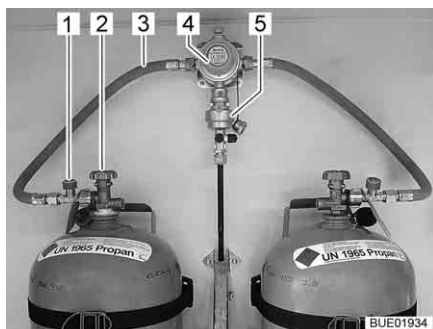
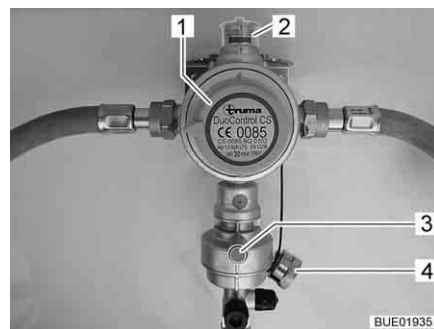
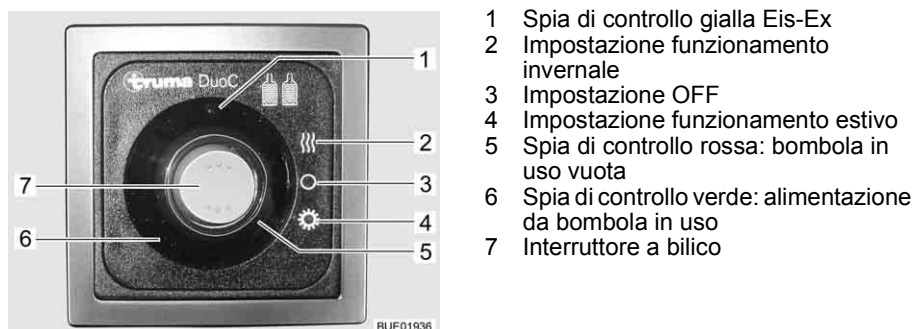

Fig. 63 Bombole del gas con DuoControl
Fig. 64 Impianto di regolazione DuoControl
Fig. 65 Centralina di controllo (DuoControl)
L'impianto di regolazione DuoControl consiste in una valvola di commutazione (Fig. 63,4) e un sensore crash (Fig. 63,5). L'impianto di regolazione DuoControl è installato tra i tubi flessibili del gas (Fig. 63,3) con un dispositivo antirottura del tubo flessibile (Fig. 63,1). Con la manopola (Fig. 64,1) sulla valvola di commutazione è possibile stabilire quale delle bombole del gas viene utilizzata come bombola in uso e quale come bombola di riserva.
Nella finestra di controllo (Fig. 64,2) viene visualizzato lo stato del rifornimento di gas:
Il funzionamento con una sola bombola del gas è consentito, ma in questi casi il collegamento aperto deve essere assolutamente chiuso con una copertura cieca (Fig. 64,4).
**Sensore crash** Il sensore crash blocca l'alimentazione del gas in caso di forti vibrazioni (es. incidente). Il sensore crash viene azionato mediante pressione del tasto reset verde (Fig. 64,3).
**Dispositivo antirottura del tubo flessibile** Il dispositivo antirottura del tubo flessibile (Fig. 63,1) blocca il flusso di gas quando il tubo flessibile collegato si rompe. Il dispositivo antirottura del tubo flessibile deve essere attivato premendo il tasto verde.
**Centralina di controllo** Tramite la centralina di controllo (Fig. 65) è possibile attivare e disattivare l'alimentazione del gas tramite l'impianto di regolazione DuoControl. Le valvole principali di arresto (Fig. 63,2) delle bombole del gas e i rubinetti di arresto del gas degli apparecchi devono essere aperti manualmente.
È possibile passare dal funzionamento estivo a quello invernale tramite l'interruttore a bilico (Fig. 65,7) della centralina di controllo.
Le due spie di controllo sulla centralina di controllo indicano il livello di riempimento della bombola in uso. Quando la spia di controllo verde (Fig. 65,6) è accesa, la bombola in uso è sufficientemente piena. Se è accesa la spia di controllo rossa (Fig. 65,5), la bombola in uso è vuota. Il rifornimento di gas avviene poi tramite la bombola di riserva.
- Con la manopola (Fig. 64,1) sulla valvola di commutazione selezionare la bombola del gas, da cui proviene la principale alimentazione del gas (bombola in uso). Girare la manopola fino all'arresto.
- Aprire le valvole principali di arresto (Fig. 63,2) delle bombole del gas.
- Premere il tasto verde del dispositivo antirottura del tubo flessibile (Fig. 63,1). Nella finestra di controllo (Fig. 64,2) viene visualizzato il simbolo verde.
- Sulla centralina di controllo (Fig. 65) attivare l'impianto di regolazione Duo-Control. Posizionare l'interruttore a bilico (Fig. 65,7) su funzionamento invernale (Fig. 65,2) oppure su funzionamento estivo (Fig. 65,4). La spia di controllo gialla Eis-Ex (Fig. 65,1) si accende quando si seleziona il funzionamento invernale.
- Portare l'interruttore a bilico (Fig. 65,7) nella posizione OFF (Fig. 65,3). Le spie di controllo si spengono.
- Chiudere le valvole principali di arresto (Fig. 63,2) delle bombole del gas.
Se la spia di controllo verde (Fig. 65,6) si spegne durante il funzionamento e la spia di controllo rossa (Fig. 65,5) si accende, significa che la bombola in uso è vuota e deve essere sostituita. Nella finestra di controllo (Fig. 64,2) viene visualizzato il simbolo rosso. La bombola di riserva continua ad alimentare le utenze a gas.
- Ruotare di mezzo giro la manopola (Fig. 64,1) in direzione della bombola del gas utilizzata. In questo modo questa bombola del gas ora è la bombola in uso, mentre la bombola del gas vuota diventa la bombola di riserva. Il simbolo nella finestra di controllo (Fig. 64,2) passa da rosso a verde.
- Chiudere la valvola principale di arresto (Fig. 63,2) della bombola del gas vuota. Osservare la direzione della freccia.
- Premere il tasto verde del dispositivo antirottura del tubo flessibile (Fig. 63,1).